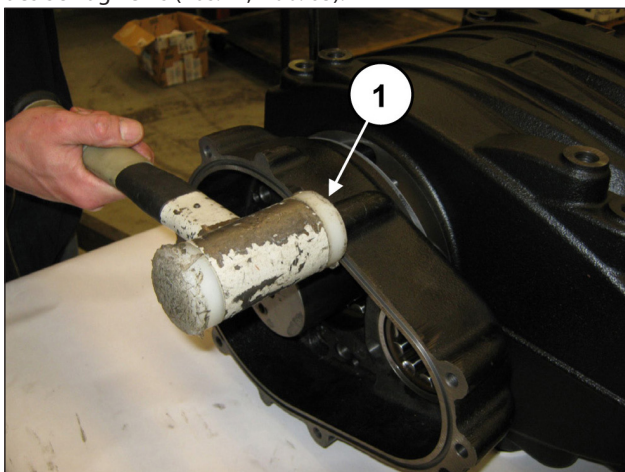

Abb. 63
Montieren Sie das Getriebegehäuse (samt Dichtung) mithilfe des Schlagwerks (Pos. ①, Abb. 63).